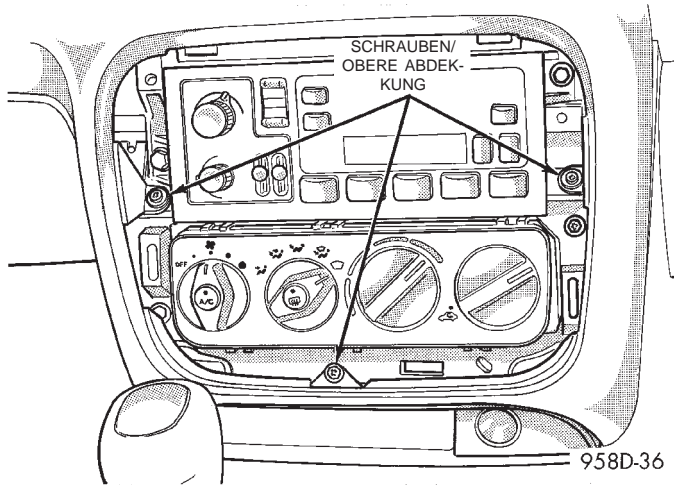

Abb. 56 Obere Abdeckung der Instrumententafel — Mitte
(4) Die Schrauben lösen, mit denen die obere Abdeckung am mittleren Teil der Instrumententafel angebracht ist (Abb. 56).